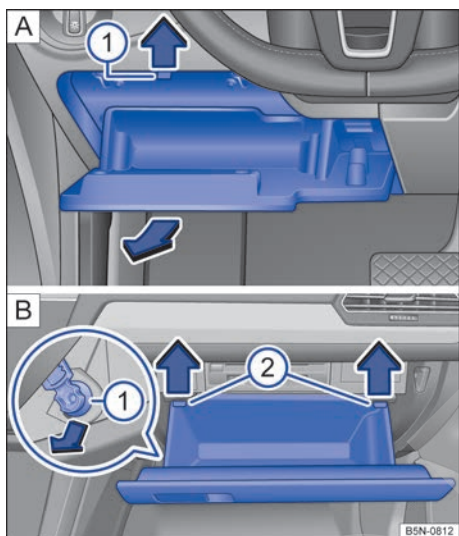

Fig. 225 En el tablero de instrumentos del lado del conductor: tapa de la caja de fusibles.
- Abra el portaobjetos del lado del conductor → fig. 225.
- Presione las pestañas de encastre ① hacia arriba, en el sentido de la flecha, y al mismo tiempo abra aún más el portaobjetos y retírelo hasta que se pueda acceder al portafusibles.